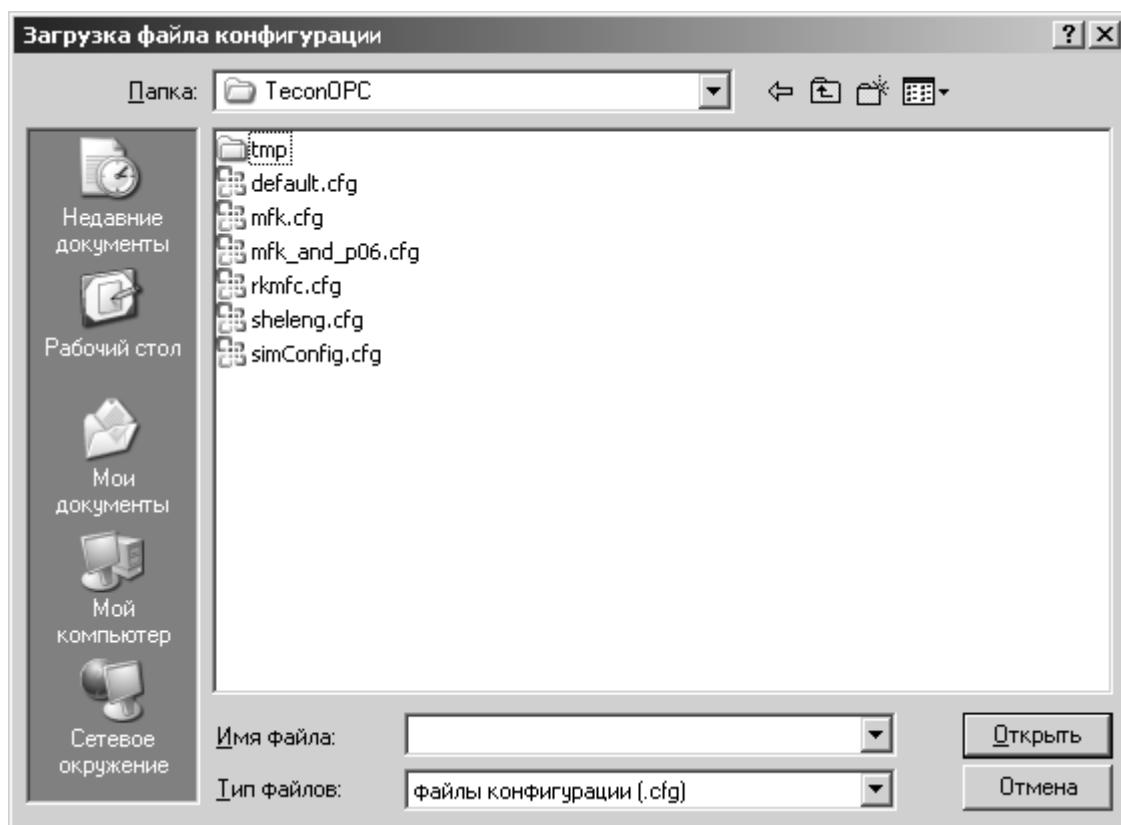

Рисунок 4.36 - выбор файла импорта
- б) в появившемся окне (см. Рисунок 4.36) выбора файла конфигурации выбрать файл, и нажать на кнопку «**Открыть**»;